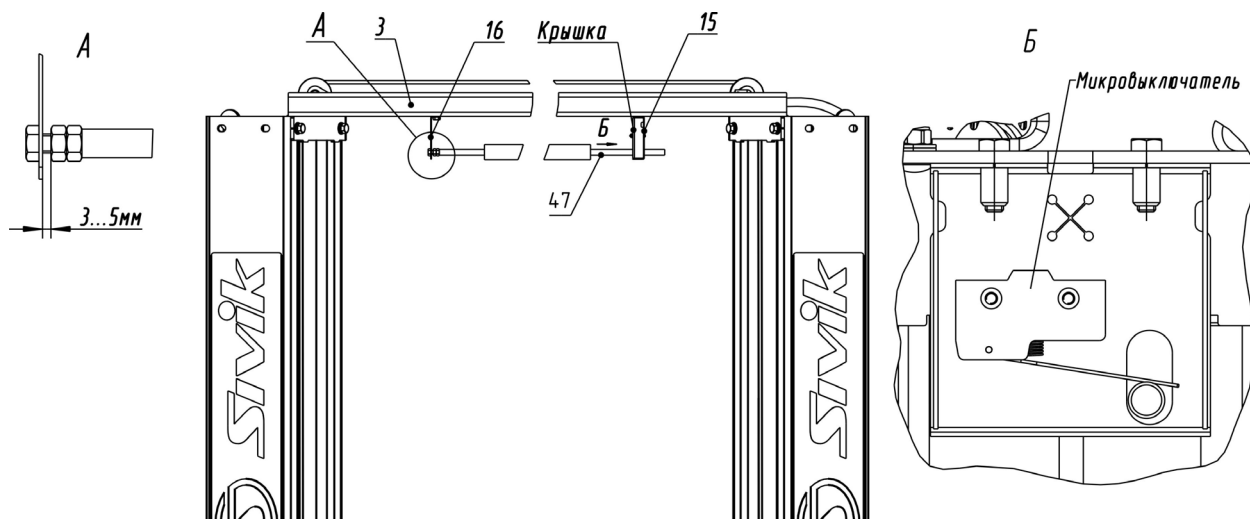

Рисунок 6.8 – Системы автоматического отключения привода насосной станции при касании автомобиля ограничительной трубкой
6.12.2 Установить на перекладину 3 кронштейны 15 и 16 с помощью болтов М6х20 и гаек М6 (рисунок 6.8). Ограничительную трубку 47 продеть через кронштейн 15 (при этом флажок микровыключателя должен быть над ограничительной трубкой) (рисунок 6.7 вид Б). Другой конец ограничительной трубки закрепить с помощью болта М8х25 и контргайки М8, выдержав зазор 3...5мм между контргайкой и кронштейном 16 (рисунок 6.7 вид А). Короткий кабель, выходящий из кронштейна 15 соединить с длинным кабелем, идущим в пульт управления. Кабель с помощью пластиковых хомутов закрепить к рукаву так, чтобы кабель не касался системы тросов.